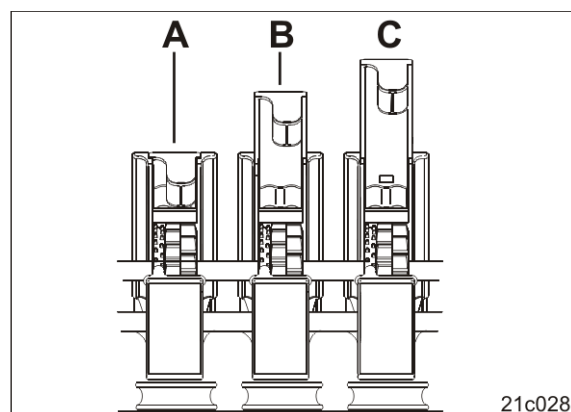

Fig. 143
2. Plasați vanele glisante de închidere (Fig. 143) la valoarea din tabel (vezi pagina 64).
Vanele glisante de închidere (Fig. 143) înclichetează într-una din cele trei poziții: